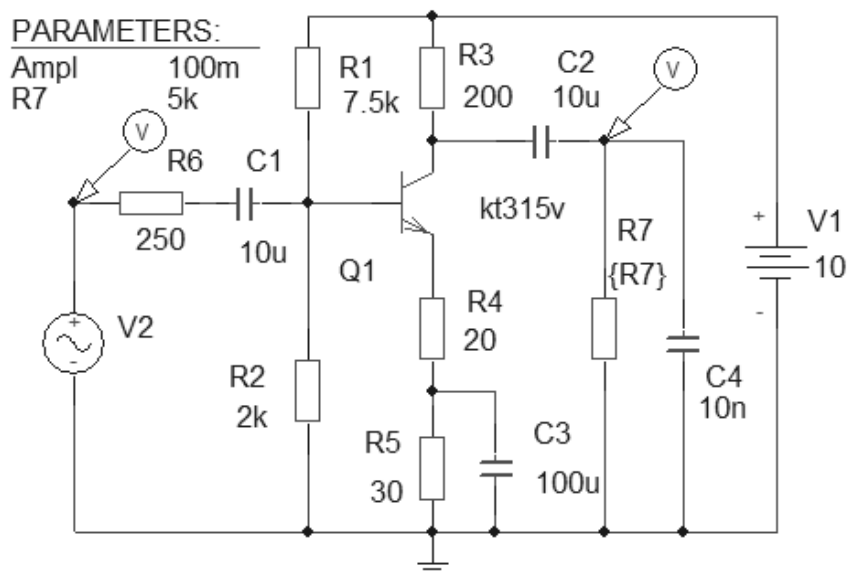

Рис.1. Схема для моделирования каскада ОЭ
Перед расчетом основных параметров каскада и исследования его характеристик с помощью программы моделирования дополним схему элементами: разделительными конденсаторами C_1 и C_2 , блокирующим конденсатором C_3 , конденсатором C_4 (имитация емкости нагрузки), внутренним сопротивлением генератора входного сигнала R_6 , сопротивлением нагрузки R_7 , генератором синусоидального сигнала V_2 (VSIN) и элементом глобальных параметров PARAMETERS. Схема преобразуется к виду, показанному на рис.1.
- Установить маркеры () для вывода осциллограмм напряжения на входе и выходе схемы (см. рис. 1);